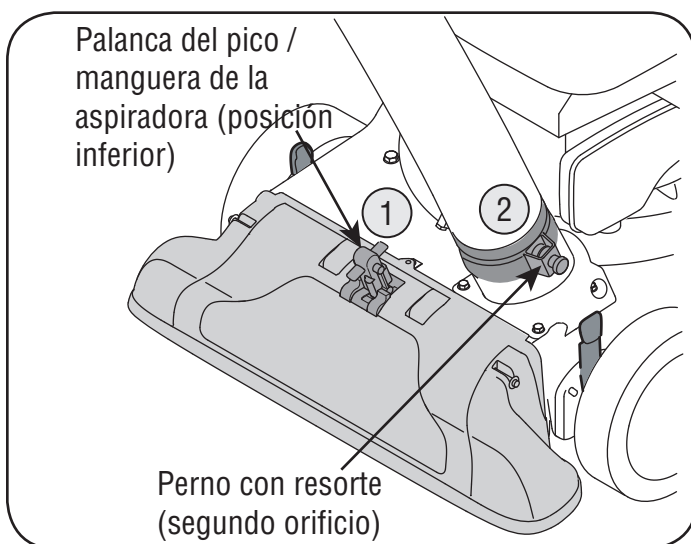

Figura 14
1. Coloque la manija del pico / manguera de la aspiradora en la posición de la base del pico para volver a dirigir la aspiración al montaje de la manguera. Vea la figura 14.